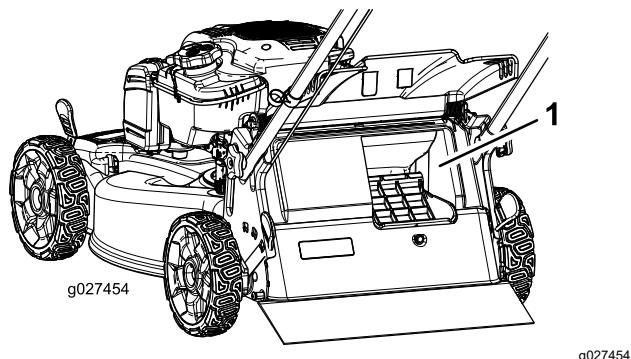

Figure 18
**Important:** Pour que le ramassage s'effectue correctement, coupez le moteur, attendez l'arrêt de toutes les pièces mobiles, puis enlevez les déchets d'herbe et autres qui se trouvent sur le volet de ramassage sur demande et l'ouverture (Figure 18) avant de changer la position du levier de ramassage sur demande.